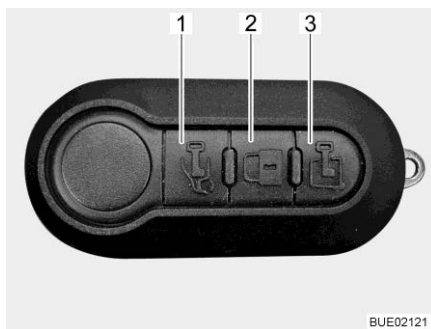

Bild 51 Multifunktionell fjärrstyrning
- Lås upp förardörren: ■ Tryck en gång kort på knapp  (Bild 51,1). Förardörren är upplåst.
- Lås upp ingångsdörr: ■ Tryck en gång kort på knapp  (Bild 51,3). Ingångsdörren är upplåst.
- Lås alla dörrarna: ■ Tryck en gång kort på knapp  (Bild 51,2). Alla dörrarna är låsta.